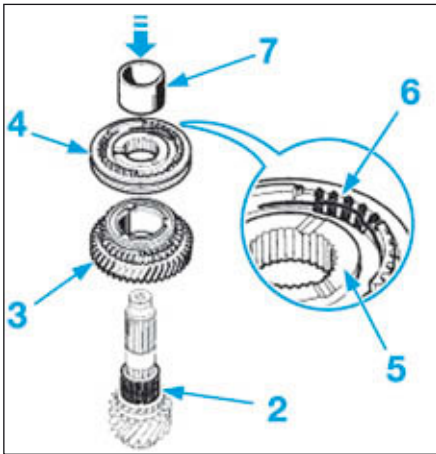

FIG.36
- Mettre en place la cage à aiguilles (2) (Fig.36).
- Reposer le pignon fou de 3^e (3) muni de sa synchronisation triple cônes.